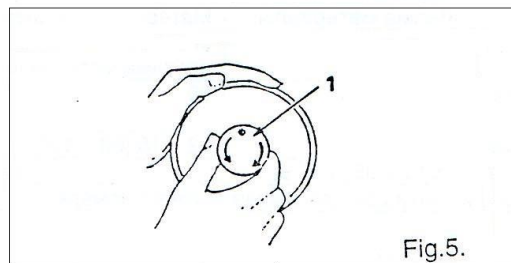
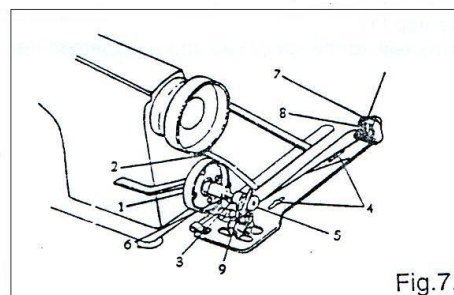

Fig.5.
Fig.7.
8. Намотка нити на шпульку (Рис. 5, 6) (20U33/43/53/53A/63/143, 457A/B/D)
1. Ослабьте винт (1), держите маховое колесо левой рукой, а правой рукой поверните переключатель привода иглы/намотки по направлению к себе (Рис. 5).
2. Наденьте шпульку на шпиндель (3) шпульной моталки до упора. Регулятор предварительного натяжения нити (1): при повороте в направлении, указанном на рисунке стрелкой «+» натяжение увеличивается; при повороте в направлении, указанном на рисунке стрелкой «-» натяжение уменьшается.
3. Надавите на прижимной затвор (2) в направлении, указанном на рисунке стрелкой «А», шпиндель шпульной моталки (3) вращается в направлении, указанном на рисунке стрелкой «В». Для регулировки количества нити, наматываемой на шпульку, ослабьте винт (4) на затворе (2) и сместите затвор от себя или по направлению к себе (в зависимости от Ваших требований).
4. Если нить наматывается на шпульку неравномерно, ослабьте винт (5) и передвиньте натяжное устройство вверх или вниз (в зависимости от Ваших требований), после этого затяните винт (5).
9. Намотка нити на шпульку (Рис. 7) (20U23/23D)